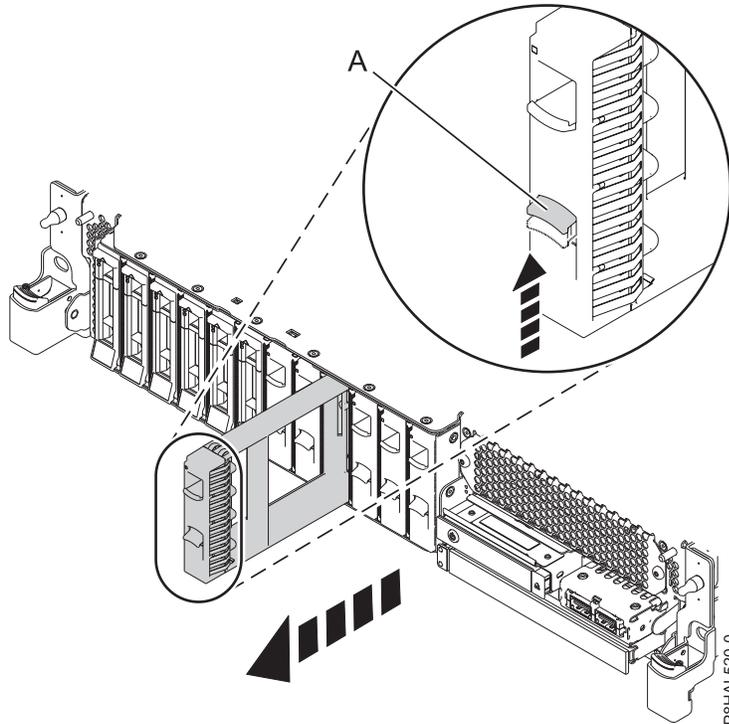

Figura 31. Extracción de un panel de relleno de unidad de disco de un sistema de función base
- a. Empuje el pestillo (**A**) en el asa del panel de relleno en la dirección que se muestra en la Figura 31 en la página 35.